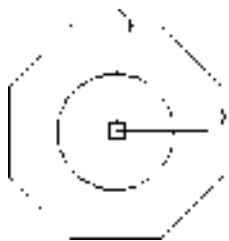
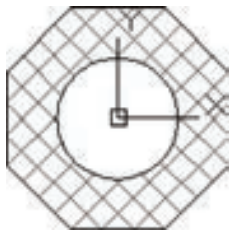

图 2-87 绘制图形
图 2-88 绘制剖面线
12) 上机操作：以当前坐标原点为圆心，分别绘制一个圆和一个正八边形，如图 2-87 所示，具体尺寸由读者自己选定；然后在图形中绘制图 2-88 所示的剖面线。